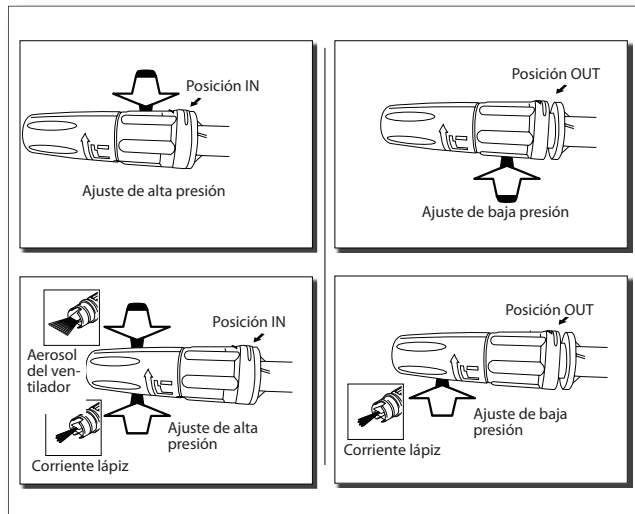

Fig.10
- La boquilla rociadora ajustable tiene dos (2) posiciones (Fig. 10):